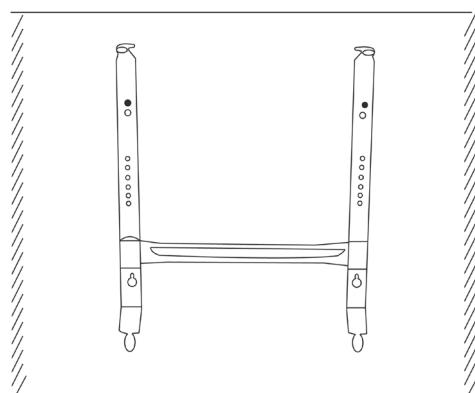

Figura 5
- Coloque el soporte en la muralla y luego fijelo. (Figura 5)
- Sosteniendo el convector con las manos asegure los tirantes flexibles (Figura 5) que se encuentran en el soporte a los agujeros rectangulares que se encuentran en el convector.